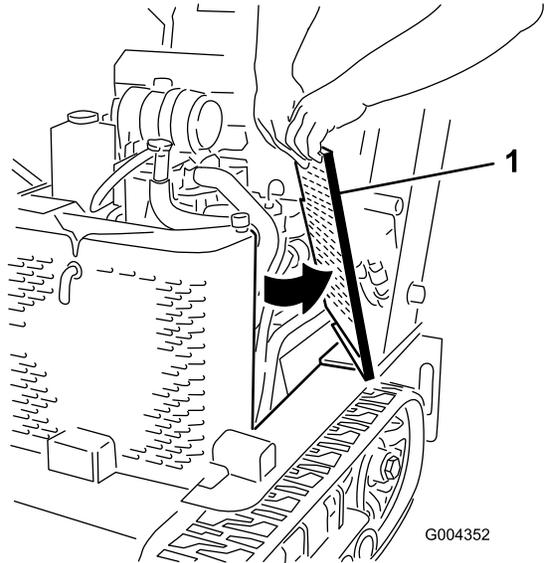

Figure 33
2. Faites coulisser les panneaux latéraux (Figure 33) vers le haut pour les sortir des fentes du panneau avant et du cadre.